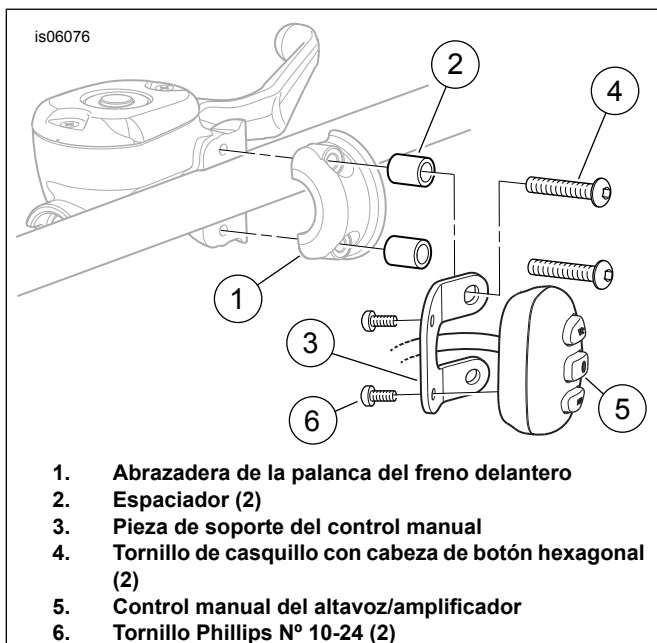

Figura 2. Instalación del control manual y de la pieza de soporte
1. Vea Figura 2. Extraiga los tornillos de la abrazadera de la palanca del freno delantero del vehículo. Extraiga y guarde la abrazadera (1). Los tornillos pueden ser desechados.
2. Obtenga la pieza de soporte del control manual (3), los dos espaciadores (2), los dos tornillos Phillips N° 10-24 (6) y:
- **Para los modelos Sportster de 2004 y posteriores:** Dos tornillos de casquillo con cabeza de botón hexagonal M6 x 45 mm de largo (18) del kit.
- **Para TODOS LOS DEMÁS modelos:** Dos tornillos de casquillo con cabeza de botón hexagonal de 1/4-20 x 44,4 mm (1.75 in) de largo (18) del kit.
3. Coloque el arnés de cables del control manual (5) a través del centro de la pieza de soporte del control manual (3), como se muestra.
5. Instale el control manual (5, parte del conjunto del arnés de cables) en la pieza de soporte con los tornillos N° 10-24 (6) y apriételes firmemente.